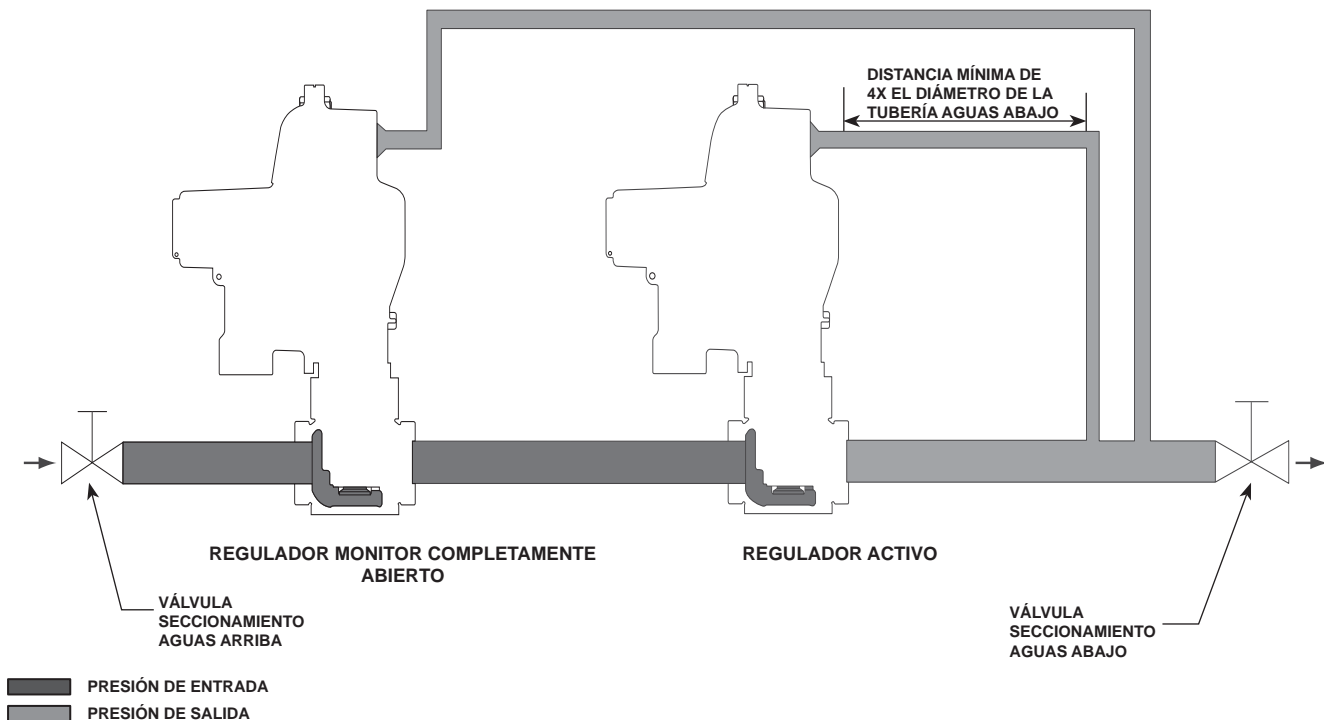

Figura 8. Instalación de la Línea de Impulsos Aguas Abajo del CSB400 con Monitor en Serie
Los Modelos CSB410, CSB414, CSB430, y CSB434 son reguladores monitores dedicados y se instalan aguas arriba del regulador activo. Ver la Figura 8 para la instalación de la línea de impulsos. Para comunicar la presión aguas abajo al regulador, conectar el tubing de la línea de impulsión a la conexión 3/4 NPT de la carcasa inferior de la membrana y conectar el otro extremo de los tubos aguas abajo de la salida del regulador con una distancia mínima de 4 veces el diámetro de la tubería de salida.
plano en la posición que muestra la Figura 8 por la parte posterior del botón de rearme (pos. 30, Figura 8 del manual de la VSX4).